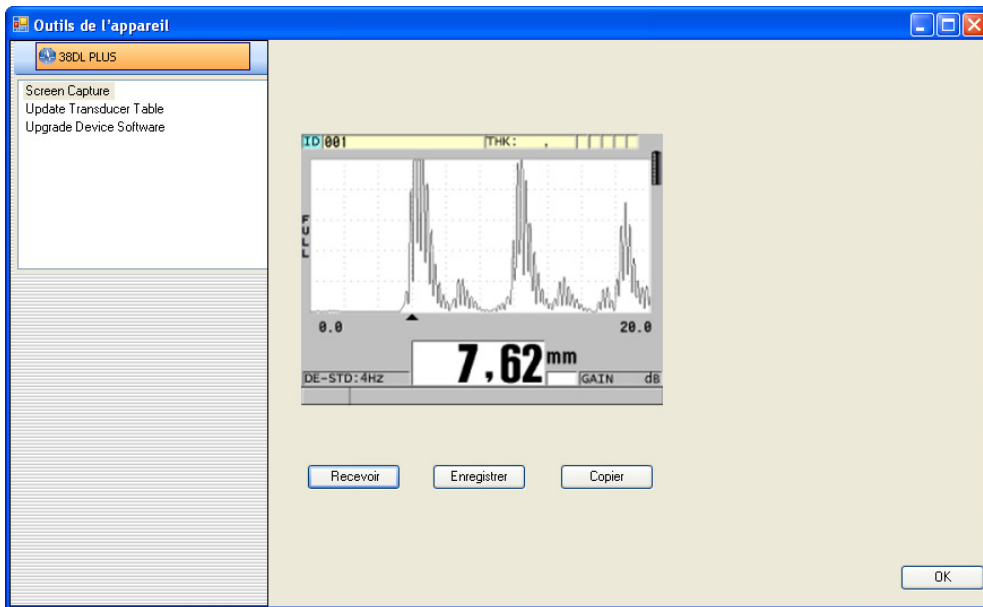

Figure 14-8 Boîte de dialogue Outils de l'appareil et capture d'écran
- b) Dans la boîte de dialogue **Outils de l'appareil** (voir la Figure 14-8 à la page 286), sélectionnez **Screen Capture**, et puis cliquez sur **Recevoir**. L'image de l'écran apparaît pendant le transfert des données.